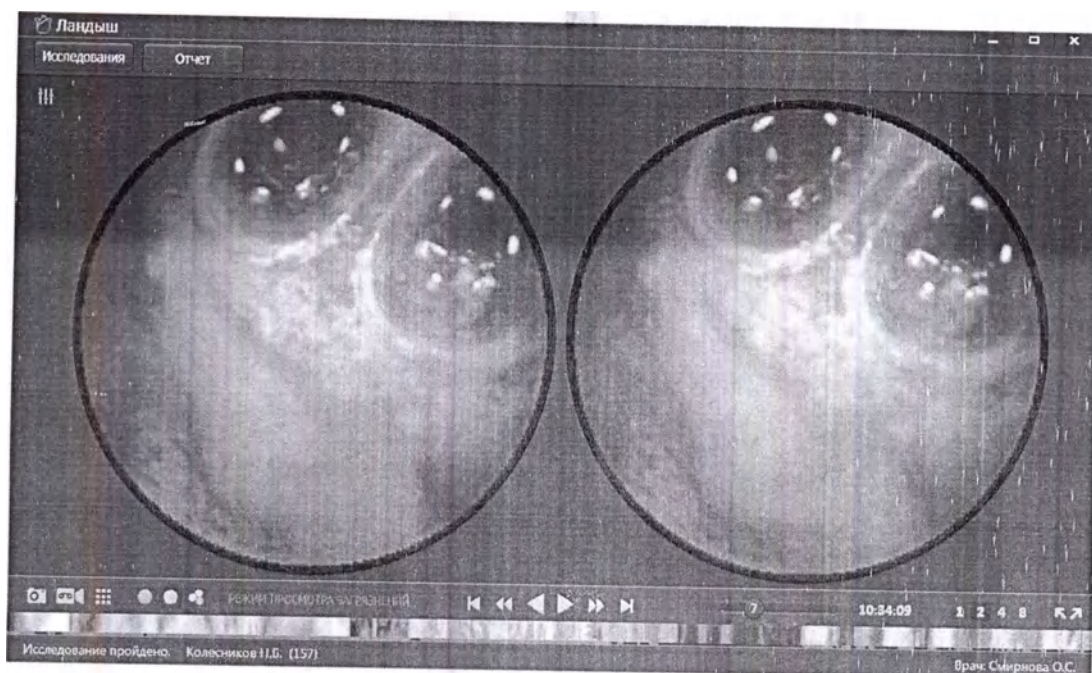

Рисунок 21 – Свернутое поле меток
18) кнопки  /  [Свернуть]/[Развернуть], предназначенные для свертывания/развертывания поля меток (рисунок 21). Кнопки расположены в правой части панели управления, сменяются при повторном нажатии;